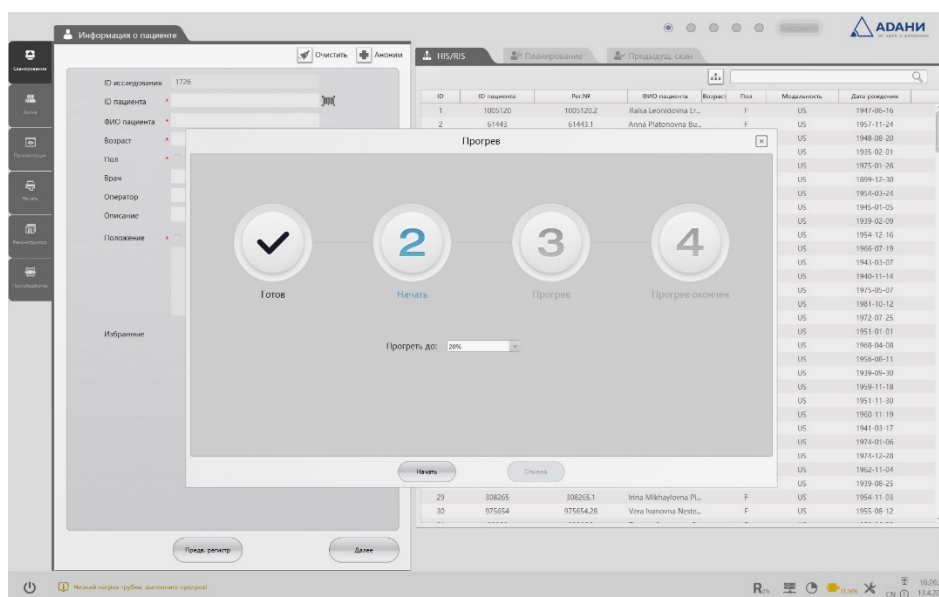

Рисунок 4.4 – Информационное окно «Прогрев»
- В появившемся диалоговом окне (рис. 4.4) нажмите «Начать сканирование» для подготовки системы к прогреву трубки